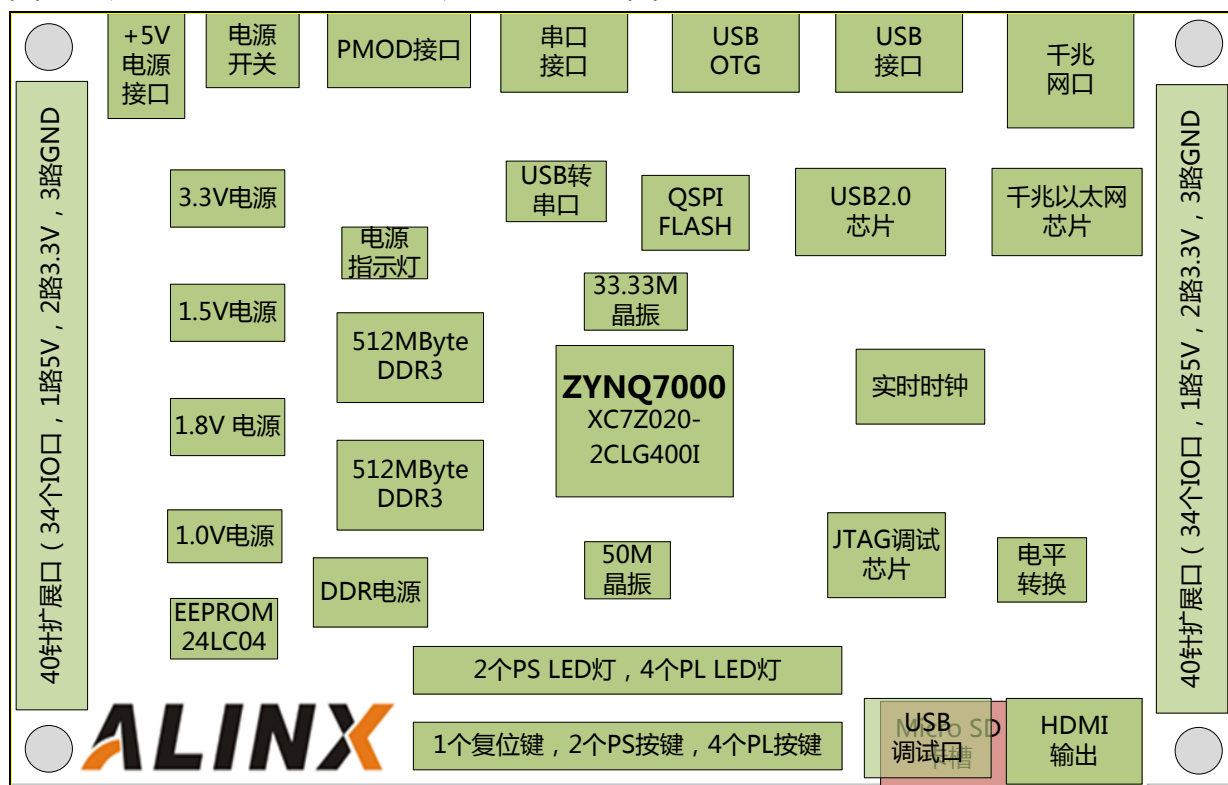

图 1-2 AX7020 结构示意图
此款开发板使用的是 Xilinx 公司的 Zynq7000 系列的芯片 型号为 XC7Z020-2CLG400I，400 个引脚的 FBGA 封装。ZYNQ7000 芯片可分成处理器系统部分 Processor System (PS) 和可编程逻辑部分 Programmable Logic (PL)。在 AX7020 开发板上，ZYNQ7000 的 PS 部分和 PL 部分都搭载了丰富的外部接口和设备，方便用户的使用和功能验证。另外开发板上集成了 Xilinx USB Cable 下载器电路，用户只要用一个 USB 线就可以对开发板进行下载和调试。图 1-2 为整个 AX7020 整个系统的结构示意图：